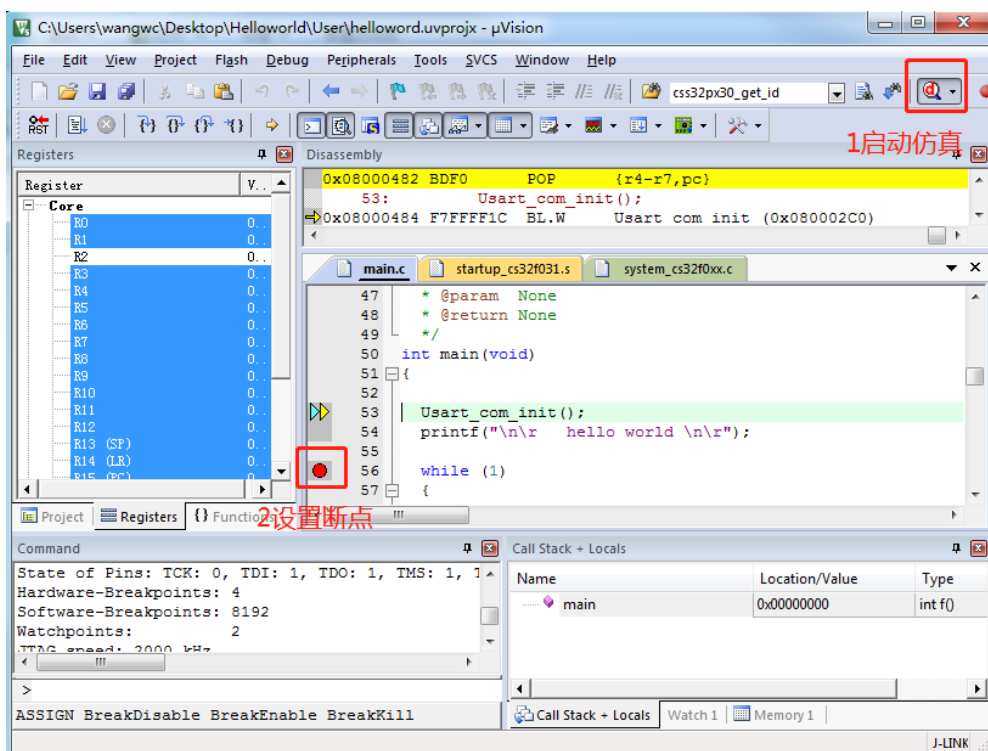

图 5.10 开始仿真
1. 设置断点，Ctrl+F5 启动在线仿真，对 CS32F03x MCU 进行调试，如在配置项中已勾选 Run to main()选项，程序则直接运行到 main 函数入口，在主函数 54 行号前单击左键设置断点，如图 5.10 所示。